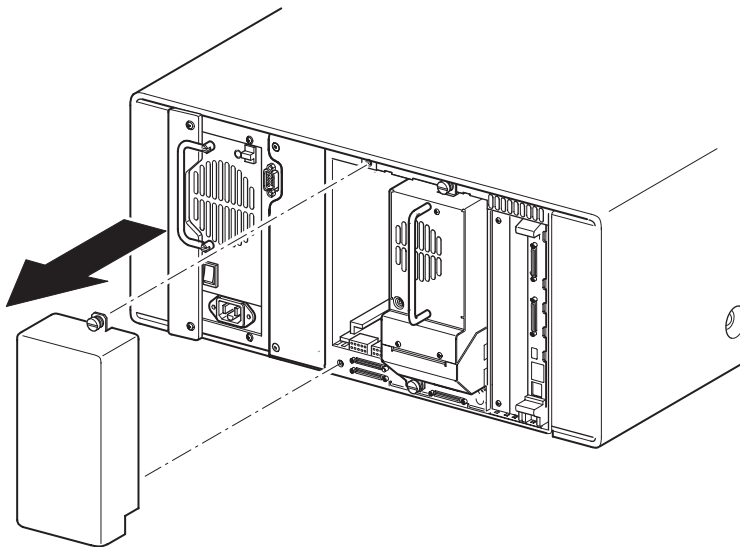

Figure D-1. Retrait du cache couvrant le compartiment d'unité.
2. Retirez le cache qui couvre le compartiment de montage approprié (voir figure D-1). Conservez le cache pour usage ultérieur.